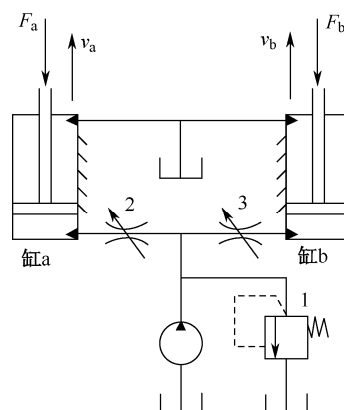

图 1-3-8
6. 如图 1-3-8 所示液压系统，采用 YB—28 双作用式叶片泵供油，其额定压力为 3.6MPa。液压缸 a 的活塞面积  $A_a=0.05\text{m}^2$ ，负载  $F_a=100\text{kN}$ ，速度  $v_a=0.2\text{m/min}$ ；液压缸 b 的活塞面积  $A_b=0.02\text{m}^2$ ，负载  $F_b=50\text{kN}$ 。工作时，两液压缸同时动作，测得节流阀 2 的两端压力差  $\Delta p_2=1.2\text{MPa}$ ，通过溢流阀 1 的流量为  $q_{v1}=12\text{L/min}$ 。管路中的各种损失不计。试计算：